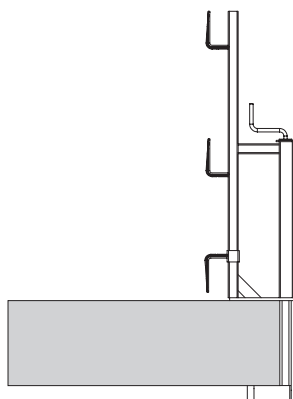

Fig. A2.08
- Il tubo di fissaggio deve poggiare in modo uniforme contro il bordo del solaio. (Fig. A2.08)
- La staffa (1.7) deve aderire completamente. (Fig. A2.08)